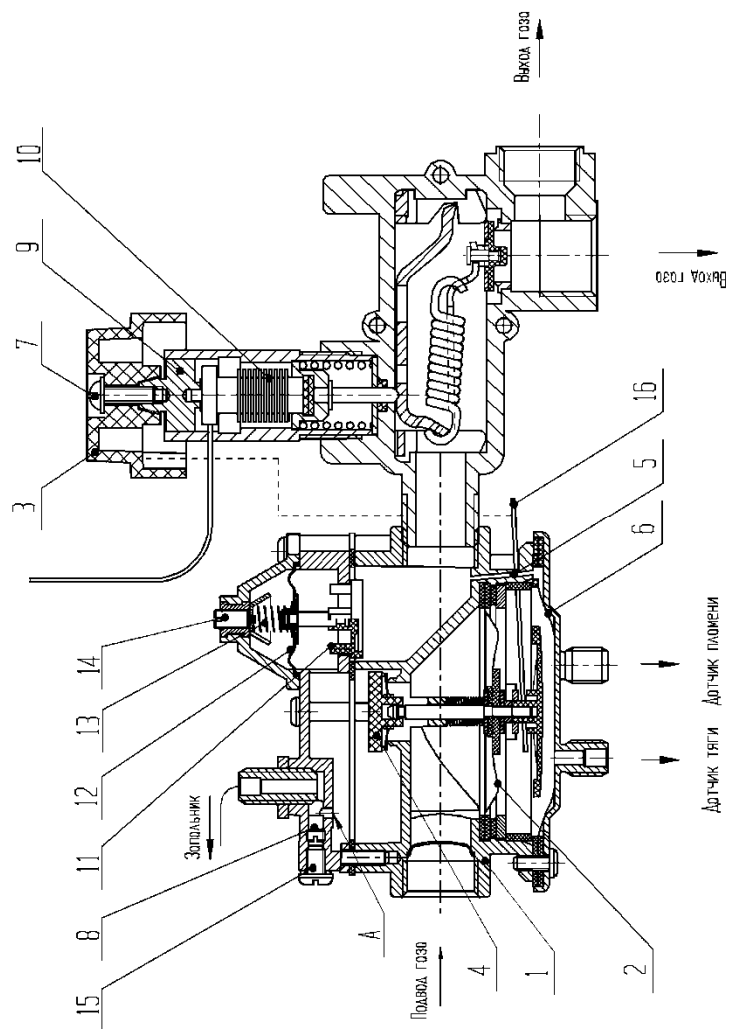

Рис.2 Схема Блока управления
Поддержание давления газа в коллекторе ГГУ на автоматике САБК – С – РД выполняется регулятором давления газа, встроенным в клапан – отсекающий (см. рис.2), состоящего из клапана 11, регулирующего винта 14, мембраны 12, и пружины 13. В данной модели автоматики предусмотрена регулировка мощности запальной горелки перекрытием отверстия «А» жиклером 8.
11.3.2 Порядок проведения настройки (см. рис. 2):
11.4.2 Порядок замены термодатчика (см. рис.2):
11.5 Настройку мощности запальной горелки выполнять вращением жиклера 8 (см. рис.2), предварительно выкрутив винт 15. После настройки установить винт 15, обеспечив герметичность.